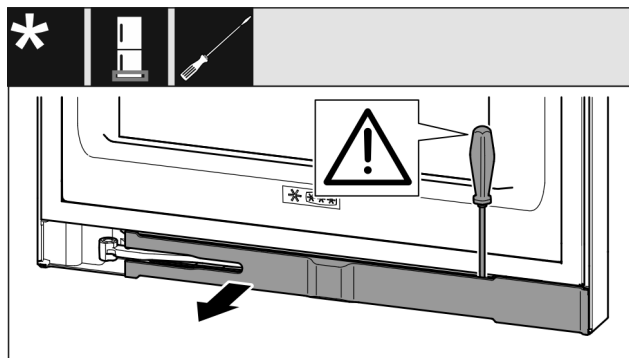

Fig. 13
- Deblocați masca cu șurubelnița plată și pivotați-o în lateral. (vezi Fig. 13)